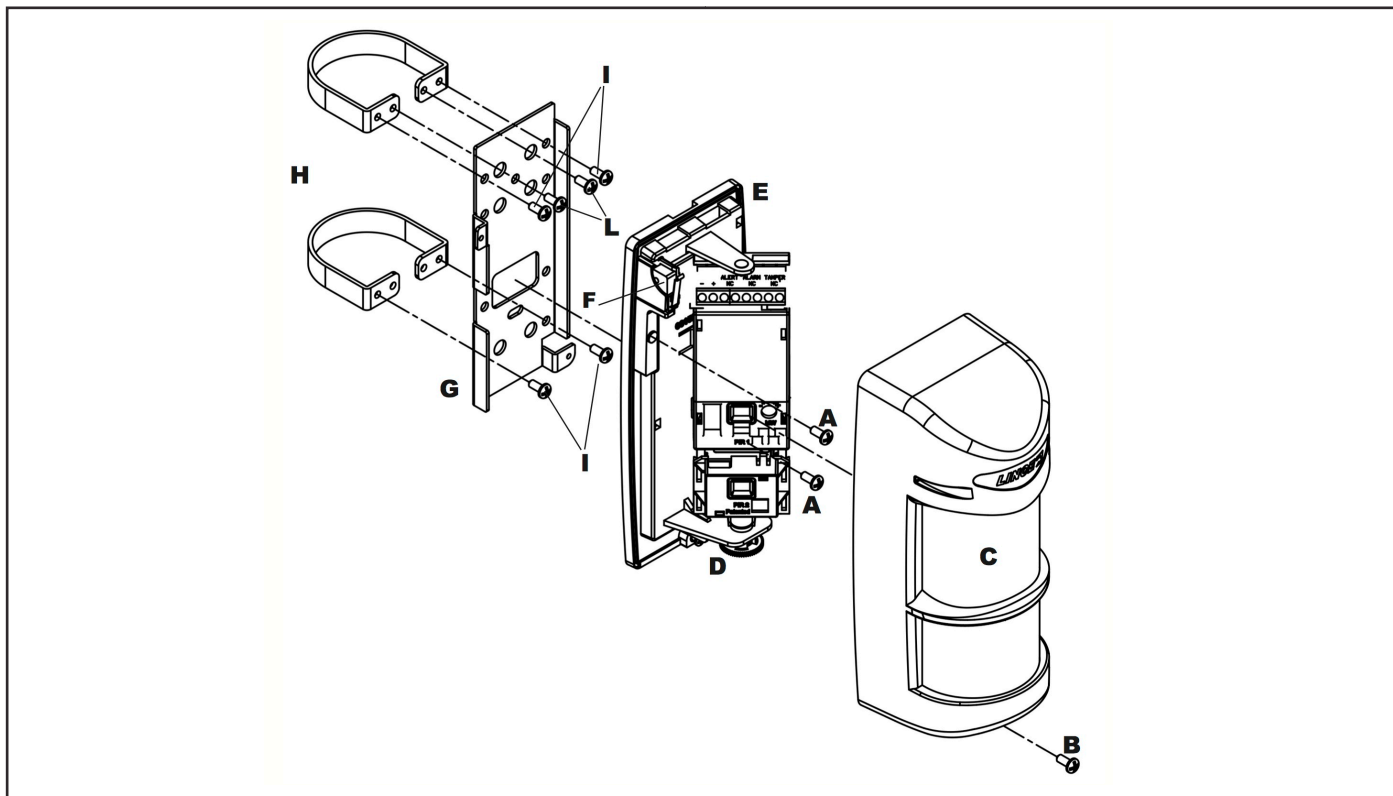
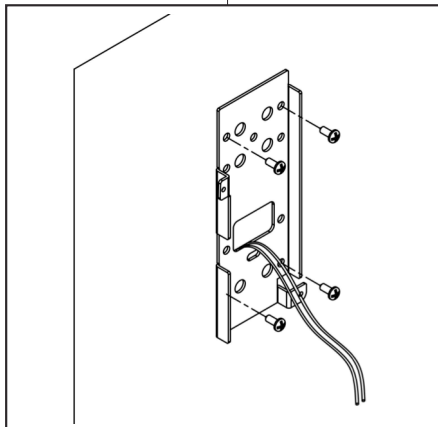
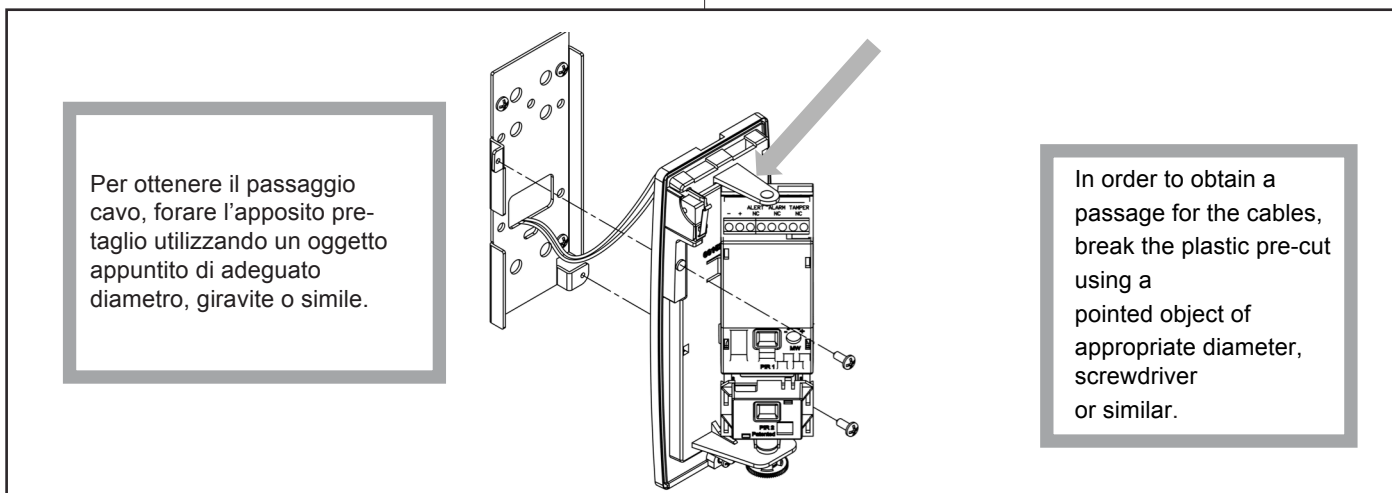

Fig. 2
Fig. 4
Fig. 6
- Svitare la vite **B** (fig. 2) e levare il coperchio con lente
- Fissare l'unità rilevatore ad innesto (vedi fig. 6) sulla staffa ed avvitare le due viti **A** (fig. 2), avendo cura di passare il cavo dei collegamenti come riportato nelle fig. 4 e 5.
- Applicare il coperchio con lente fissandolo con la vite **B** (fig. 2).
- Unscrew the **B** (fig. 2) screw and remove the front cover with lens.
- Screw up the detector (see fig. 6) on the support using the 2 provided screws **A** (fig. 2) passing through the connection cable as shown in the figures 4 and 5.
- Mount the front cover fixing it with screw **B** (see fig. 2).